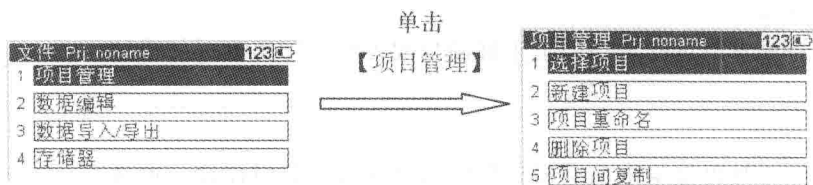

图 1-1-4 进入【项目管理】
- 2) 单击【文件】，进入【项目管理】，如图 1-1-4 所示。